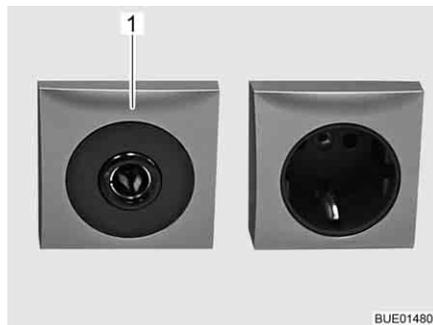

Fig. 131 Prise de courant 12 V/10 A
- ▷ Ne brancher aux prises de courant (Fig. 131,1) du réseau de bord 12 V que des appareils de maximum 10 A.